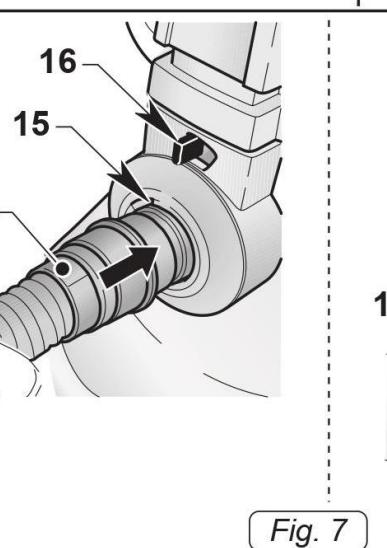

Fig. 7
- Indsæt slangestudsen (14, Fig. 7) i beholderkoblingen (15, Fig. 7) idet den presses så langt ind som muligt.
- Når slangen skal afmonteres, skubbes knappen (16, Fig. 7) mod højre, hvorved slangestudsen (14, Fig. 7) frigøres og kan trækkes ud af beholderkoblingen.